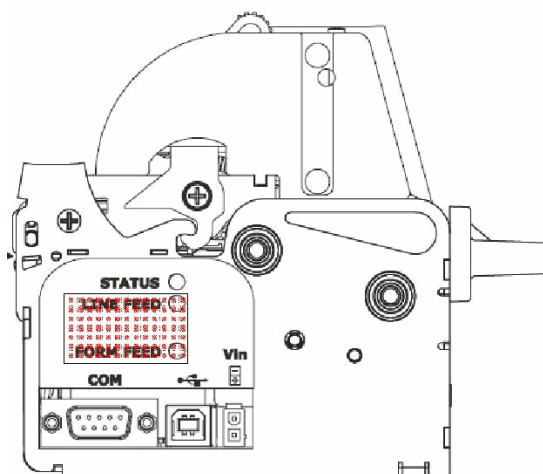

Рисунок 12 – Положение кнопок принтера.
2.17 Включите принтер, удерживая кнопку **[FF]** (см. рисунок 12) до тех пор, пока не начнет печататься таблица. Распечатается таблица, приведенная ниже. Необходимо сравнить приведенную в данном документе таблицу с распечатанной таблицей. Если все верно, то отключите принтер. Если обнаружены несоответствия, то следует повторить все пункты Раздела 2.